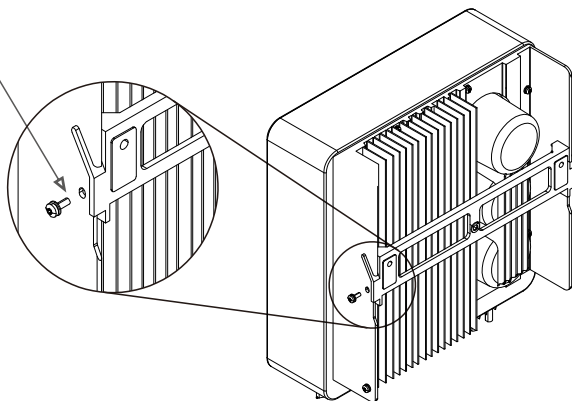

Figura 4.5 Suporte para Montagem em Parede
Consulte a Figura 4.4 e a Figura 4.5 para obter instruções sobre a montagem do inversor. O inversor deve ser montado verticalmente. As etapas para montar o inversor estão listadas abaixo.
4. Levante o inversor (tome cuidado para evitar tensão no corpo) e alinhe o suporte traseiro no gabinete do inversor com a seção convexa do suporte de montagem. Pendure o inversor no suporte de montagem e certifique-se de que o inversor esteja seguro (consulte a Figura 4.5).